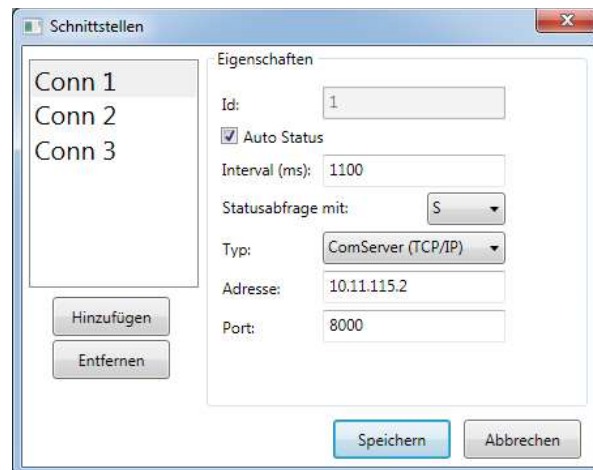

Bild 18 – Schnittstellen, ComServer
- **ComServer (TCP/IP)** : (siehe Bild 18 – Schnittstellen, ComServer):